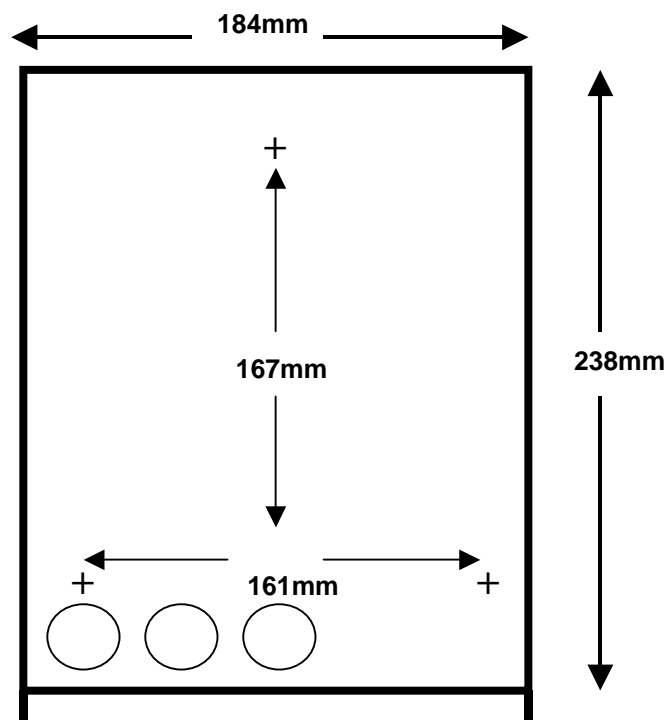

Abb.2 Maßbild LMZ 0115
- Befestigungslöcher nach Maßskizze bohren (Abb. 2)